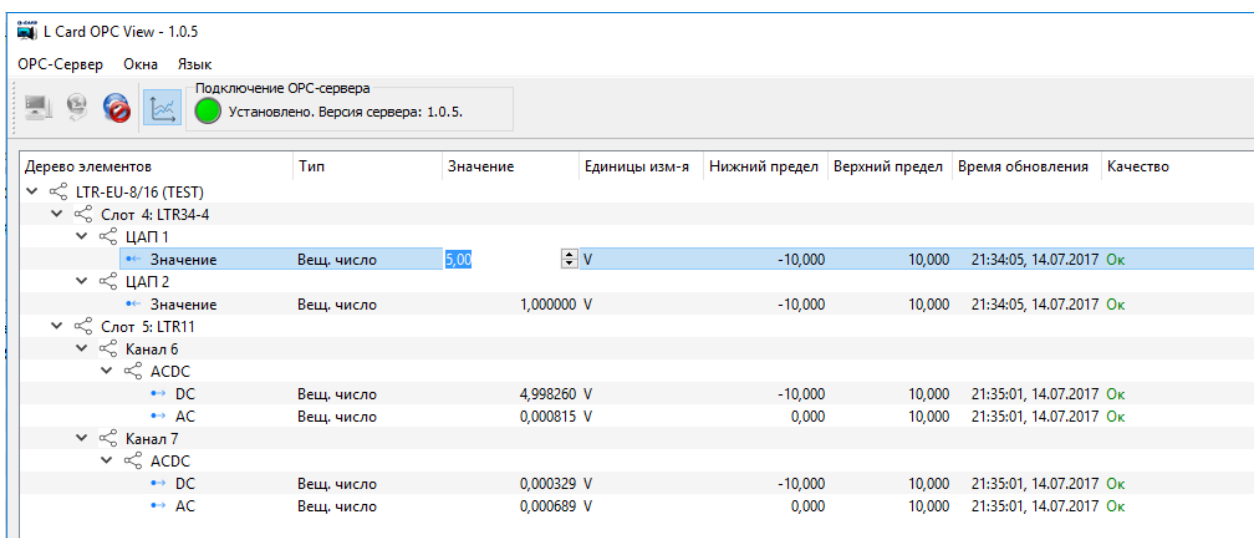

Рис. 4.4: Ввод значения для записи ОПС-элемента
- “Значение” — полученное значение элемента (если не действительно — отображается пустое поле). Если значение представляет собой массив, то строка отображения выглядит следующим образом: [**размер**]:<первый элемент массива>..<последний элемент массива>. Все значения можно увидеть в окне “График значений ОПС-элемента”. Если элемент доступен для записи, то при двойном нажатии левой кнопкой мыши появится редактор значения (рисунок 4.4), где его можно изменить и нажать на клавиатуре “Ввод”, после чего будет выполнена запись введенного значения. Само же значение в столбце изменится, как только из ОПС-сервера будет прочитано обновленное значение элемента.